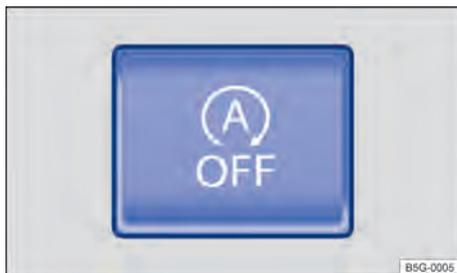

Fig. 94 Na parte superior do console central: botão do sistema Start-Stop. ▶
- Para desligar o sistema, pressionar o botão  situado no console central → Fig. 94.
- Para voltar a ligar o sistema, pressionar de novo o botão  do console central → Fig. 94.